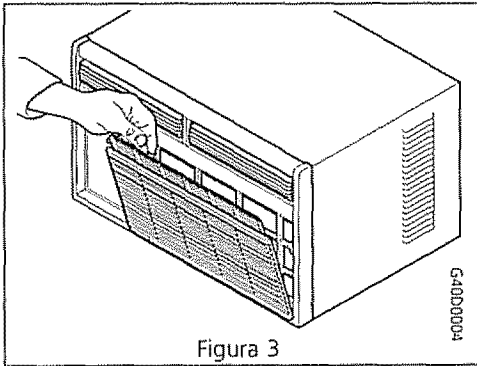

Figura 3
- Cuando el filtro o la lengüeta del filtro es visible en la parte delantera del acondicionador de aire, sujete el filtro ubicado detrás del panel delantero y tire. O, tire suavemente la parte superior del panel delantero hacia usted, sacándolo del gabinete. Tire el filtro hacia arriba y hacia afuera sujetándolo de las lengüetas situadas en el marco del filtro (Figura 3).